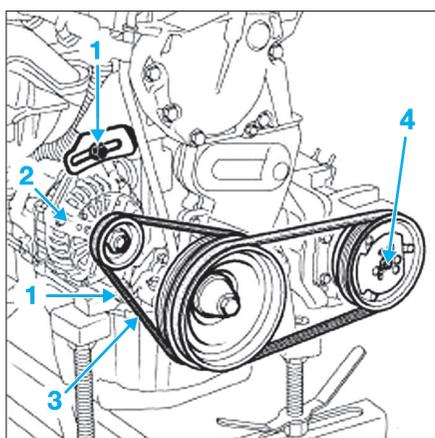

Fig. 31
- Couper la courroie du compresseur de climatisation (4) à l'aide d'une pince coupante (Fig.31).
- Desserrer les 2 vis de fixation (1) de l'alternateur (2).
Respecter le point de mesure (3) (Fig.31).